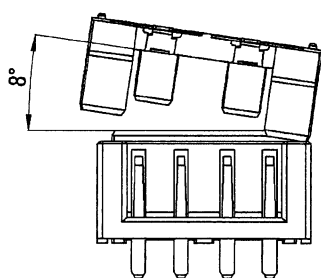
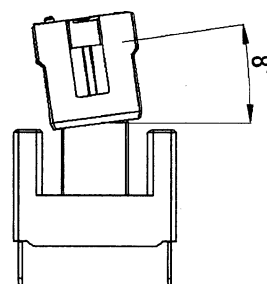

図1
図2
- ・誘い込み時の角度は図1～図2になりますので、記載角度以下で位置決めをして下さい。